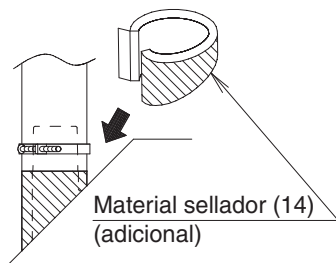
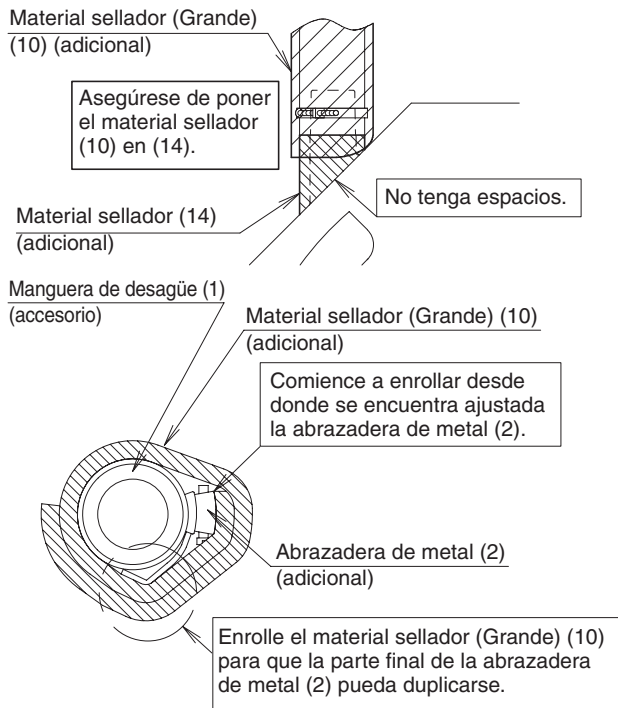

Fig. 20
Fig. 22
- Después de verificar el desagüe del agua, consulte la Fig. 20 y coloque el material de sellado (14) para realizar el aislamiento térmico del receptáculo de desagüe.
4. Una vez que la alimentación de energía esté encendida, la bomba de drenaje debe funcionar. Puede verificar el desagüe en la pieza transparente del receptáculo de desagüe. (La bomba de desagüe se detendrá automáticamente después de 10 minutos.) Después de verificar el desagüe del agua, consulte la Fig. 20 y coloque el material sellador (14) para realizar el aislamiento térmico del receptáculo de desagüe.
(3) Puede haber transpiración y provocar una fuga de agua. Por lo tanto, asegúrese de aislar el tubo de drenaje interior y las ubicaciones de los casquillos adaptadores.
Después de verificar el desagüe, consulte la **Fig. 20** para colocar el material sellador (14), y consulte la **Fig. 22** para colocar el material sellador (Grande) (10) incluido en la manguera de desagüe (1) y la abrazadera de metal (2).